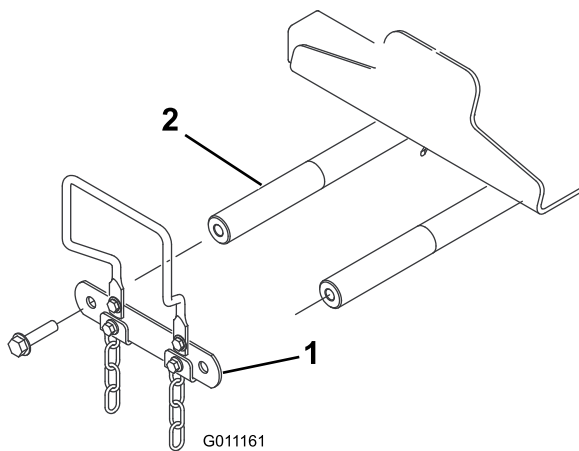

Bild 8
4. Entfernen Sie die beiden Bundkopfschrauben (1/2" x 2") an der Vorderseite der Maschine, mit denen die Gelenkwellenverbindung an den Gelenkwellen des Hubarms befestigt ist, und nehmen Sie die Verbindung ab (Bild 8).